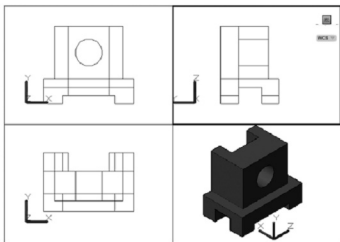

图 13-10 冻结图层后的视口显示
② 分别激活俯视图、左视图,将立体模型所在图层在当前视口中冻结。结果如图 13-10 所示。
(9) 修改自动生成二维图形的图层属性。在生成二维图形时, 系统将每个视口中可见与不可见轮廓线分别放置在 PV、PH 图层, 但使用相同的默认设置, 如图 13-10 所示, 三个视图所显示的图线都是细实线, 因此, 需要修改对应投影图层的性质, 使之显示正确的线型。其操作过程如下: